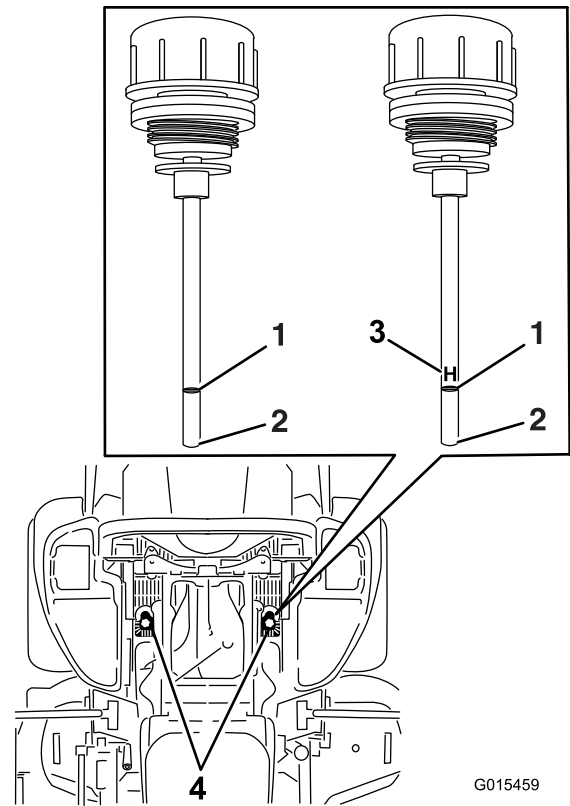

Figure 110
- Nettoyez la surface autour des jauges des réservoirs du système hydraulique (Figure 110).
- Sortez une jauge du réservoir hydraulique (Figure 110).
- Ressortez la jauge et examinez l'extrémité (Figure 110).